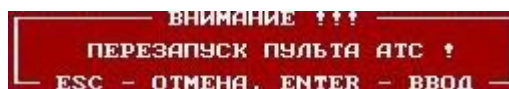

Рис. 9
3.2.2. При запуске блока пульта оператора необходимо наличие дополнительной информации в блоке. Передать дополнительную информацию на блок пульта оператора можно с помощью программы Dor_pult_win. Последовательность действий, необходимая для записи дополнительной информации на блок пульта оператора описана в инструкциях по эксплуатации данных двух программ. При запуске блока в окне программы Dor_pult_win последовательно отображается информация, показанная ниже на рис.4 – рис.9.